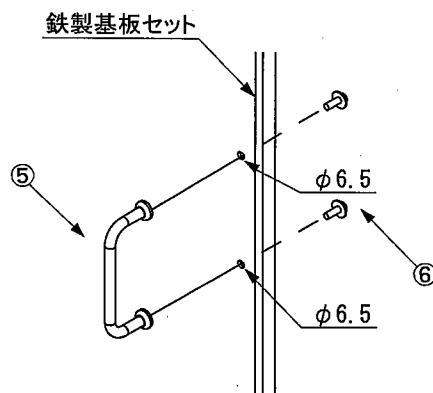

図3
3. 鉄製基板セットの右側中央にある2-φ6.5取付穴を使用して、なべ小ねじ(M5×14)⑥にて取っ手⑤を固定してください。(図3)